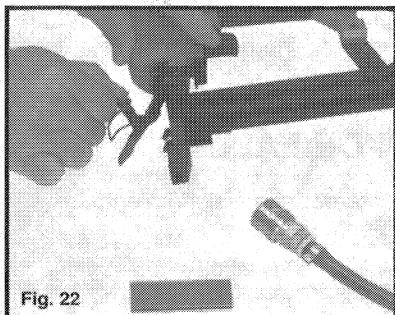

Fig. 22
3. Abra el pestillo de "desenganche rápido" y la placa de guía de los sujetadores (vea la Fig. 22).